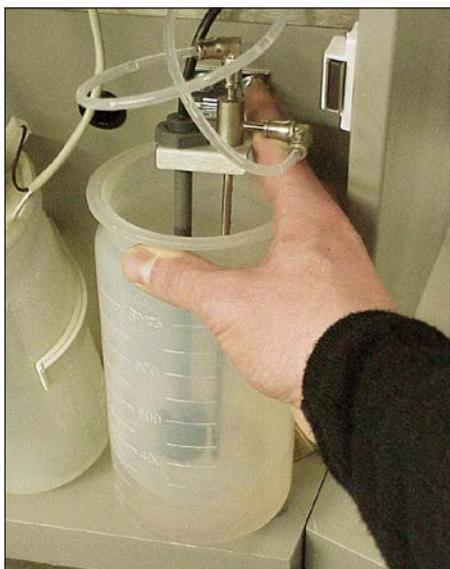

Bild 35. Wechsel des Spülbehälters
- Zum Einsetzen wird der Pegelschalter nach oben geschwenkt. Der Behälter wird schräg nach oben bis zum Anschlag geschoben, über die Kante des Behälterhalters geschwenkt und nach unten in den Einsatz geschoben (siehe Bild 35).